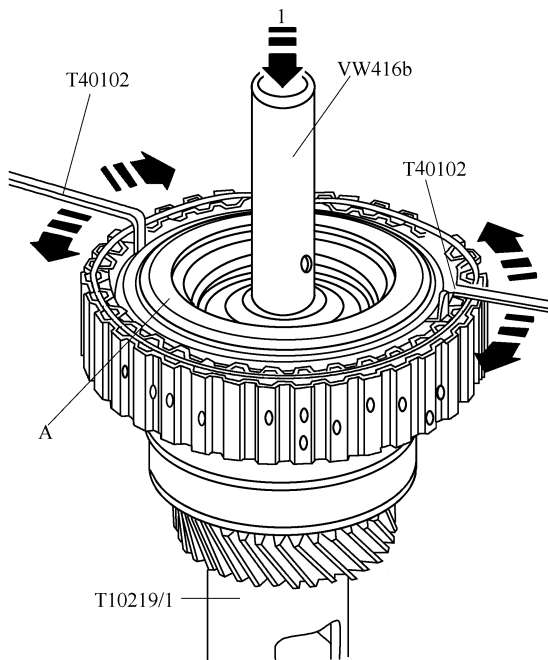

图 2-2-49 用塞尺 T40102 检查间隙
- (1) 如图 2-2-49 所示，将两个塞尺 T40102 放入压板 A 下面。
- (2) 用管件 VW416b 向下按压板 A 至极限位置，如图 2-2-49 中箭头 1 所示。
- (3) 将两把塞尺 T40102 沿箭头方向呈圆形的在压板下面来回移动。